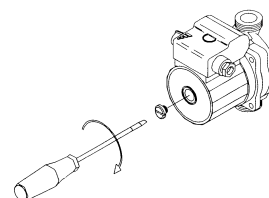

Figura 3-1
- Quando la caldaia rimane inattiva per un lungo periodo, prima di inserire l'interruttore generale, verificare che non sia bloccato l'albero motore del circolatore. Per questa operazione occorre (vedi Figura 3-1):